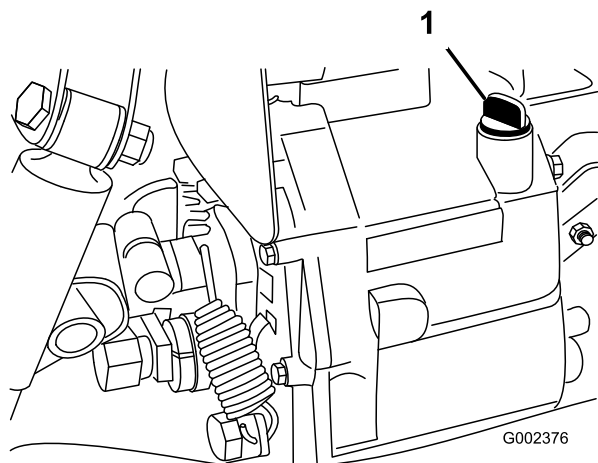

Figure 18
2. Nettoyez la surface autour de la jauge (Figure 18).